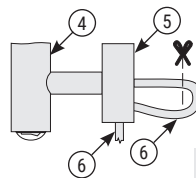

Рис. 2
- 4.9. Для подключения через скрытую проводку необходимо обрезать провод, отступив от коробки скрытого подключения примерно 50 мм, и вытащить его внутрь (рис. 2).